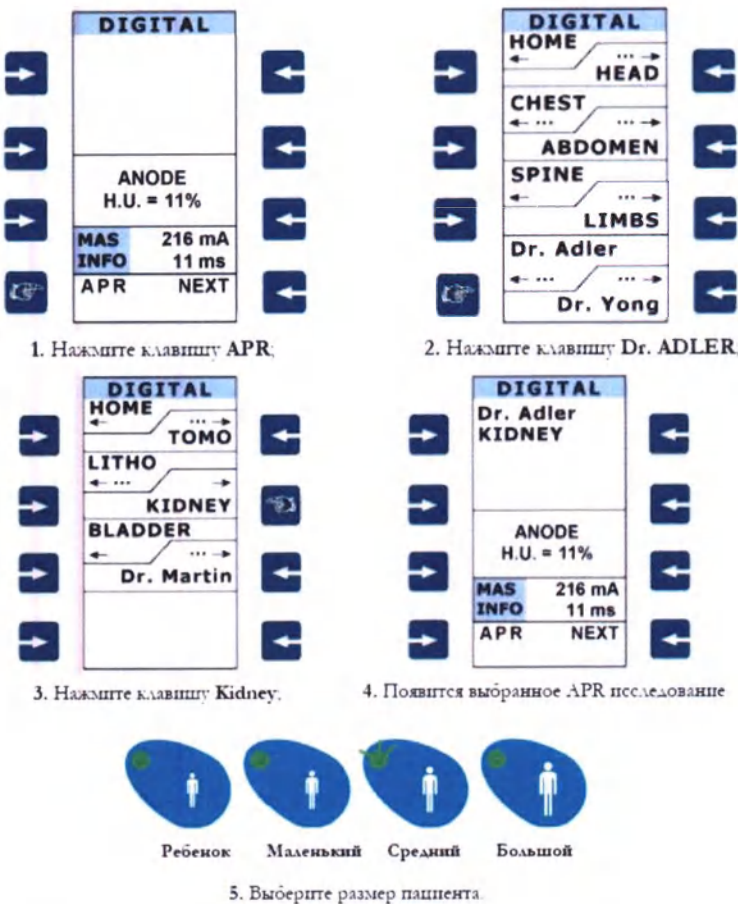

Рисунок 2.8 - Выбор APR исследования
2. Нажать на клавишу выбора исследования для загрузки соответствующей диаграммы методики и, при необходимости, для продолжения поиска через каскадированную структуру программы **APR** (рисунок 2.8, шаги 2 и 3) пока нужное исследование не появится на дисплее в меню **APR**. При необходимости нажать любую клавишу на пульте для закрытия меню **APR**.